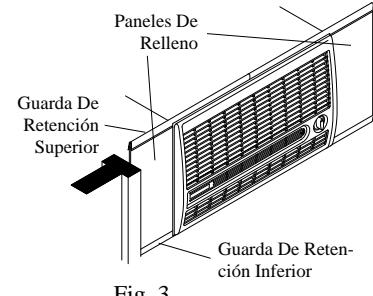

Fig. 3
- **Instale las guardas de retención.** Coloque dos guardas de retención en la parte inferior de la pestaña del cuello y ajústelas al ancho de la ventana. Corte las guardas si es necesario. Estas sujetan a los paneles de relleno (fig. 3).